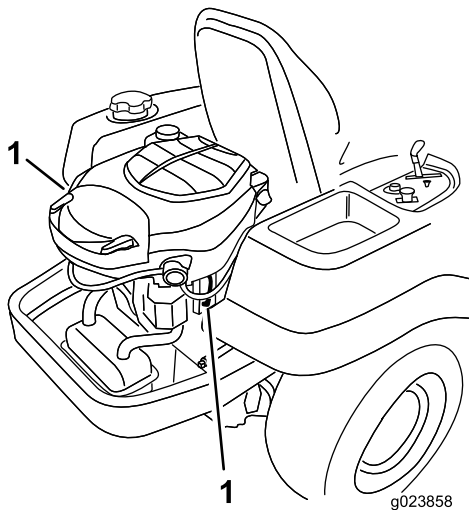

Figure 32
Débranchez la ou les bougies (Figure 32).
3. Rebranchez le fil de la bougie (Figure 32).